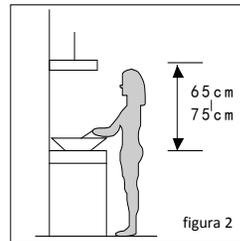

figura 2
- 1.- La campana debe colocarse a una altura de entre 65 a 75cm desde la parrilla de la estufa, por motivos de seguridad y para asegurar un buen funcionamiento (ver figura 2)